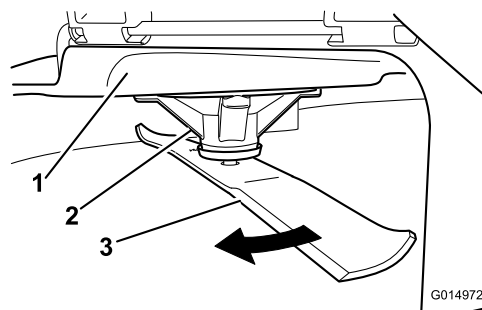

Figura 44
2. Llevando guantes fuertemente acolchados u otro tipo de protección apropiada para las manos, gire la cuchilla a medir lentamente hasta una posición que permita medir eficazmente la distancia entre el filo de corte y la superficie nivelada en la que descansa la máquina (Figura 44).